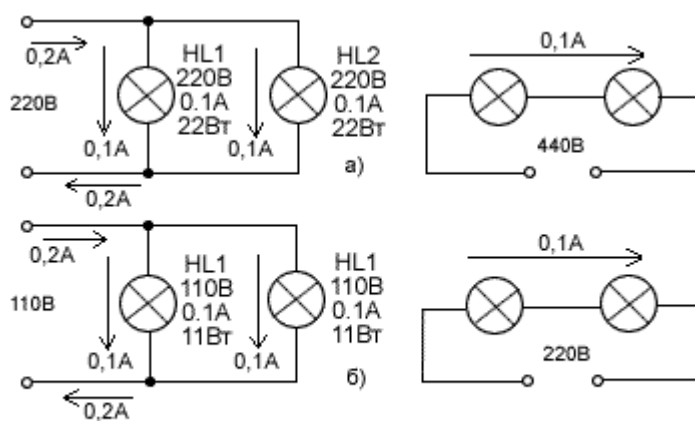

рис. 1. Пример равенства работы тока при различном включении ламп и удвоении напряжения
Чем дольше потребители тока, будь то лампы или двигатель, включены, тем больше электроэнергии потребляется. И тем больше количество произведенной работы. Но и при простом увеличении количества потребителей сила тока увеличивается, поскольку обычно они включаются параллельно. Следовательно, произведенная электрическая работа возрастает с увеличением силы тока и времени. Но влияет еще и третья величина. Две параллельно включенные лампы потребляют двойную энергию по сравнению с одной. А, значит, и двойной ток. Тот же результат получим, если соединим две лампы последовательно и подадим двойное напряжение (см. рис.1)
Задача 1. Определить общее сопротивление электрической цепи, напряжение и мощность каждого проводника на рис.1 при $R_1 = 10\text{Ом}$, $R_2 = 25\text{Ом}$, $R_3 = 15\text{Ом}$ и $R_4 = 14\text{Ом}$. Напряжение источника напряжения $U = 16\text{В}$. Внутренним сопротивлением источника пренебречь.
1. Намечается средняя линия (см. пунктирную линию на рис.1), которая затем делится на участки с одинаковым сечением магнитопровода.